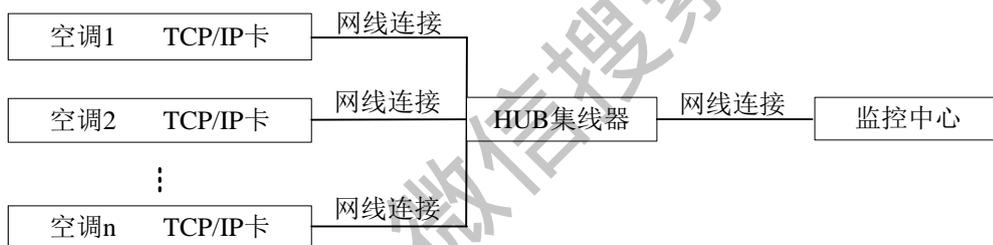

图 5.16、TCP/IP 通讯卡组网图
- ◆ TCP/IP 通讯卡（SNMP 协议）组网图如图 5.16 所示，空调机组的连接数量没有限制。